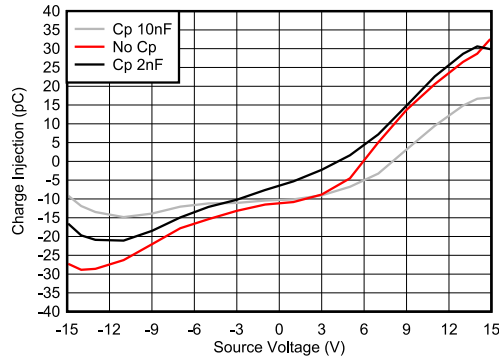

图 8-2. 电荷注入补偿
TMUX620x 包含可减少漏极 (Dx) 电荷注入的专用架构。为了进一步减少敏感应用中的电荷注入，可以在源极 (S) 上添加补偿电容器 (Cp)。这会将开关转换中的过量电荷推入源极 (S) 补偿电容器，而非漏极 (D) 补偿电容器。通常，Cp 应比漏极 (D) 等效负载电容大 20 倍。图 8-2 展示了源极侧不同补偿电容器的电荷注入变化。该图是在 TMUX6219 上捕获的，TMUX7219M 属于 TMUX62xx 系列，具有 100pF 负载电容。